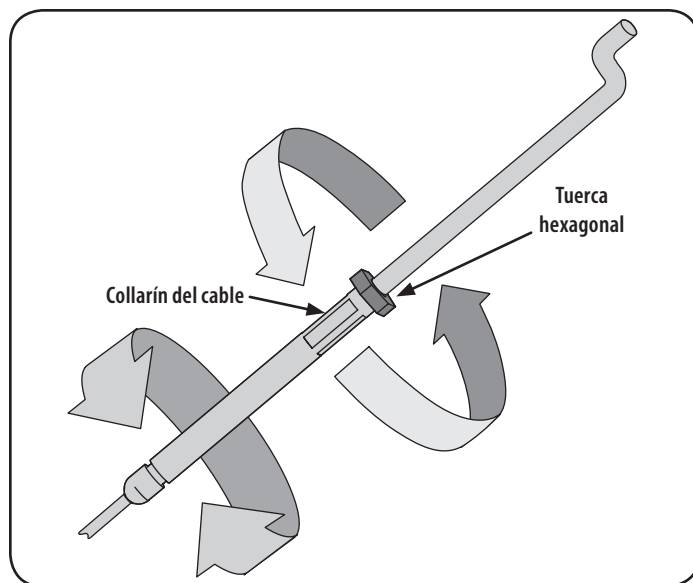

Figura 10
8. Ajuste el cable del embrague de marcha adelante, aflojando la tuerca hexagonal. Véase la Figura 10.
9. A su vez la sección de cable de cuello una o dos vueltas para aumentar o disminuir la tensión en el cable. Véase la Figura 10.
10. Vuelva a apretar la tuerca de seguridad contra el cuello de cable. Véase la Figura 10.